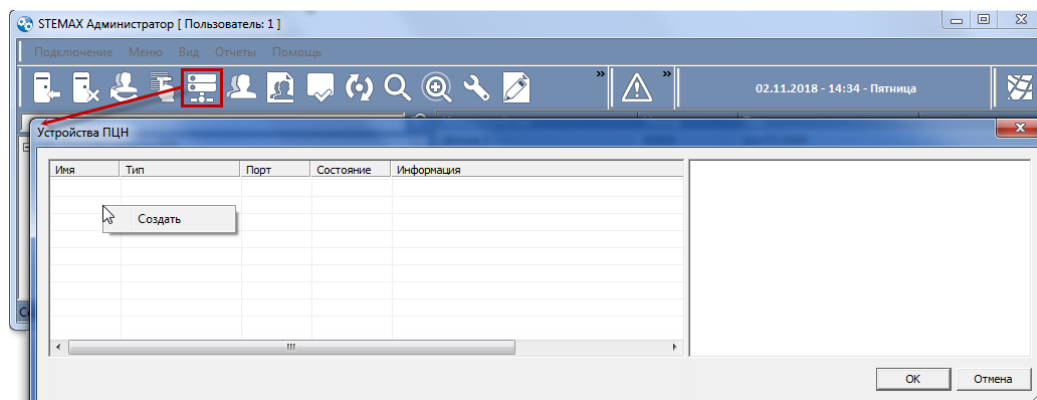

Рис. 7.3. Окно *Устройства ПЦН*
- 3) В открывшемся окне *Устройства ПЦН* щелкните правой кнопкой мыши по свободному месту и в контекстном меню выберите *Создать* (Рис. 7.3).